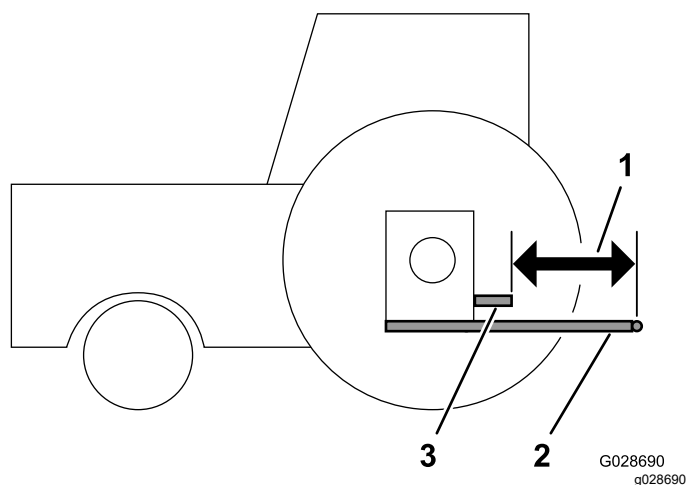

Figura 9
1. Posizionate un regolo tra le estremità dei bracci di traino per determinare la distanza tra queste e l'estremità dell'albero di uscita della PDF (Figura 9).
2. Misurate la distanza tra l'estremità dell'albero di uscita della PDF e il punto di attacco dei bracci di traino inferiori (Figura 9). Registrate la vostra misurazione qui: